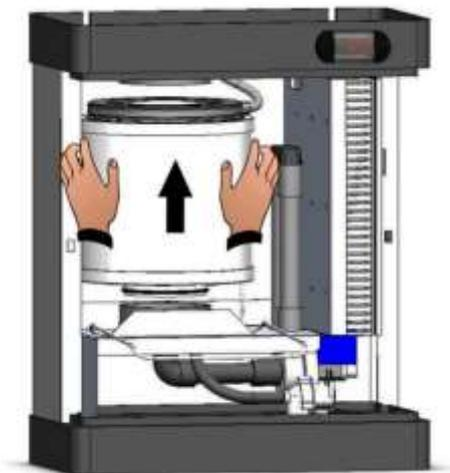
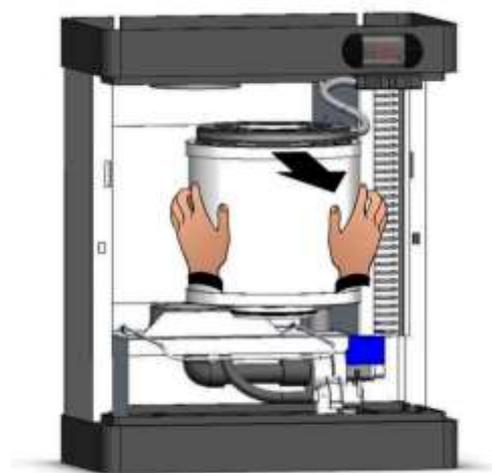

Fig. 33
Fig. 34
6. Extraiga el cilindro de la brida inferior extrayéndolo hacia arriba (fig. 33) y extráigalo del humidificador (fig.34).